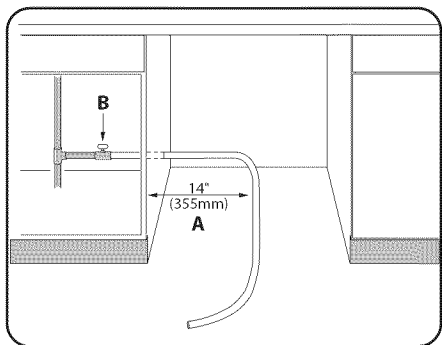

Figure 7/Illus. 7
**NOTE:** Regardless of where the hot water supply line enters the enclosure (following the guidelines on page 8), position the line 14" (355mm) from the enclosure's left side, as shown in Figure 7, letter A.
Install an easily accessible shut-off valve (not supplied) in the hot water supply line, as shown in Figure 7, letter B.
**REMARQUE** : Quel que soit l'endroit où entre la canalisation en eau chaude (voir directives page 8), positionner la canalisation à 14 po (355 mm) depuis le côté gauche de l'endroit, comme à la figure 7, lettre A.
**REMARQUE** : Décider si des tuyaux bridés ou en cuivre seront utilisés pour la canalisation en eau chaude et acheter la soupape d'arrêt d'alimentation en eau chaude, coude 90°, et raccords nécessaires pour la plomberie d'alimentation en eau chaude. Installer une soupape d'arrêt accessible (non fournie) sur la canalisation en eau chaude, comme à la figure 7, lettre B.
**NOTA**: No obstante el sitio donde el tubo de agua caliente entre en el gabinete (según las instrucciones en la página 8), sitúe el tubo a 14" (35 cm) del lado izquierdo del gabinete, tal como indica la flecha A en la Ilustración 7.
**NOTA**: Decida entre utilizar una manguera con alambre trenzado o tubería de cobre para el sistema de agua caliente y compre las piezas del tipo adecuado para la válvula de cierre de la alimentación de agua caliente, un acoplador acodado de 90° y todos los accesorios necesarios para instalar el sistema de alimentación de agua caliente. En el tubo de alimentación de agua caliente instale una válvula de cierre (algo que no proporcionamos) de modo que su acceso sea fácil, tal como indica la flecha B en la Ilustración 7.